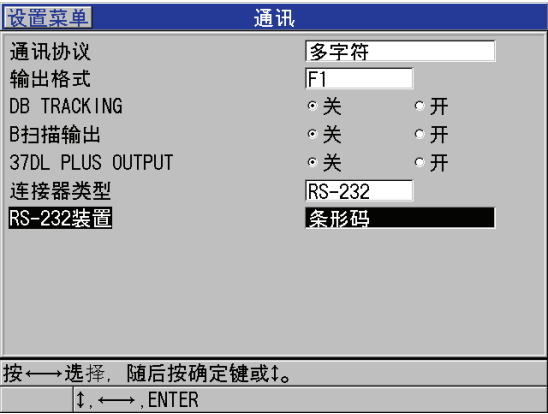

图 11-30 在 RS-232 装置中选择条形码
3. 在**通讯**屏幕中（参见第 177 页的图 11-30）：